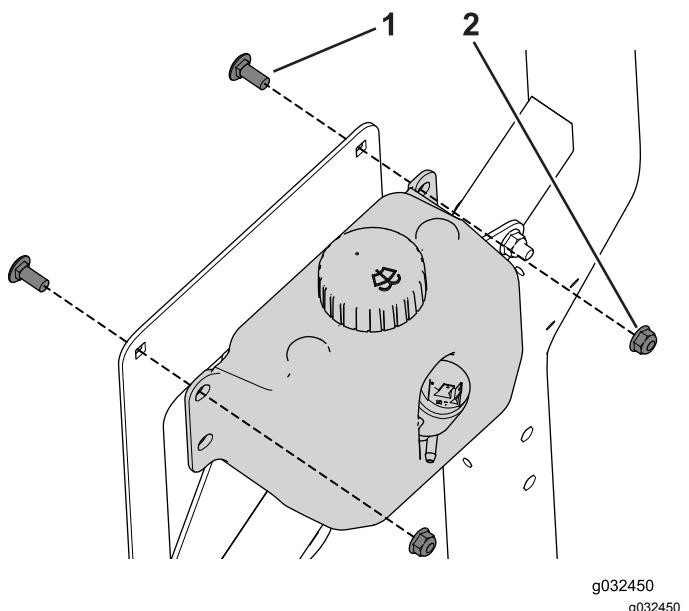

Figure 34
- Fixez le réservoir de lave-glace au support à l'aide des 2 boulons de carrosserie (5/16" x 3/4") et écrous à embase (Figure 34).